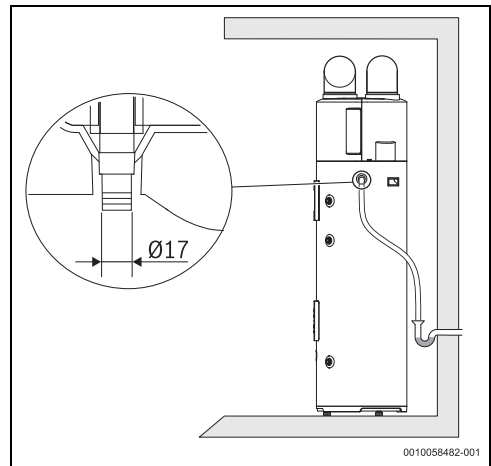

Bild 15 Kondensatablauf anschließen
- ▶ Eine flexible Rohrleitung mit Ø 20 mm anschließen (Abb. 15).